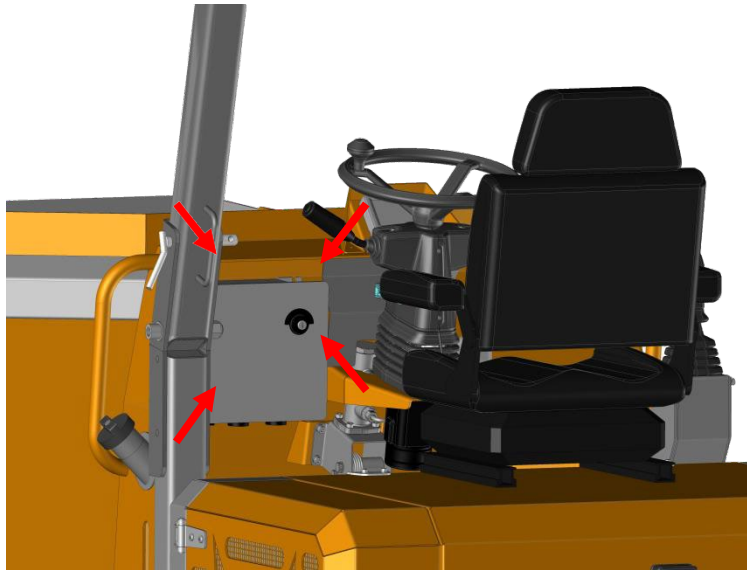

Abbildung 33. Abdeckung der Schalttafel
e. **Sicherungskasten:** Um Zugang zum elektrischen Teil und zum Sicherungskasten zu erhalten, entfernen Sie die Abdeckung auf der linken Seite des Armaturenbretts (Abbildung 33).